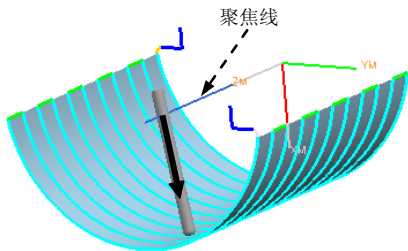

图 5.4.10 “远离直线”刀轴矢量（一）
- **远离直线**：选择此选项后，系统弹出“直线定义”对话框，可以通过此对话框创建一条直线，刀轴矢量沿着聚焦线运动并与该聚焦线保持垂直，矢量方向从聚焦线离开并指向刀具夹持器，如图 5.4.10 ~ 5.4.11 所示。参考文件路径：D:\ugnx7.9\work\ch05\ch05.04\ line_from.prt。